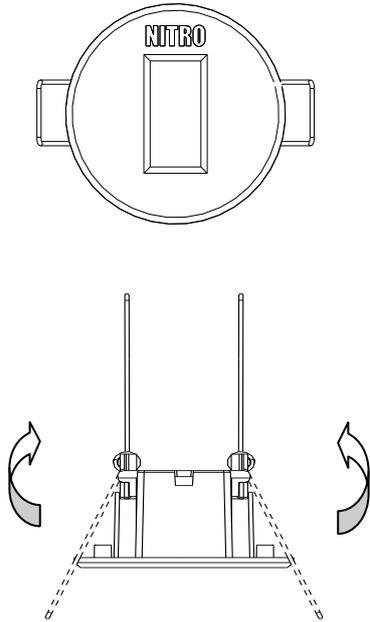

图 2
- 4.3 把两弹簧片安装在卡槽上并在向上掰起，如图 2 示；